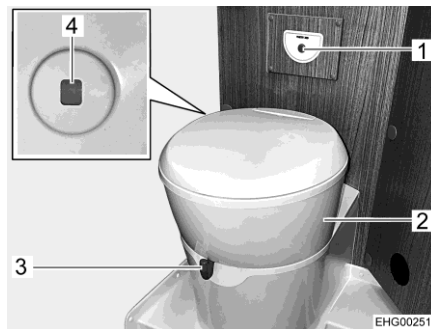

Bild 77 Toilette
Die Toilettenschüssel kann in die gewünschte Position gedreht werden. Dazu mit beiden Händen das Oberteil (Bild 77,2) der Toilette fassen und drehen.
Die Bedieneinheit mit dem Spülknopf (Bild 77,1) ist in der Nähe der Toilettenschüssel angebracht.
- Vor dem Spülen den Schieber der Toilette öffnen. Dazu den Schieberhebel (Bild 77,3) entgegen dem Uhrzeigersinn schieben.
- Zum Spülen den blauen Spülknopf (Bild 77,1) drücken.
Die Füllstandsanzeige (Bild 77,4) ändert die Farbe von Grün auf Rot, wenn der Fäkalientank entleert werden muss.